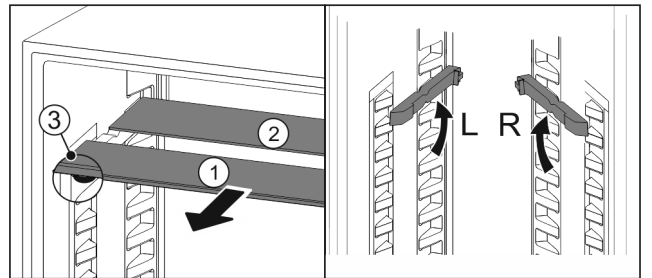

Fig. 146
- ▶ 将玻璃隔板逐个向前拉出 Fig. 146 (1)。
- ▷ 带装饰条的玻璃隔板 Fig. 146 (1)在前。
- ▷ 阻挡装置 Fig. 146 (3)指向下方。